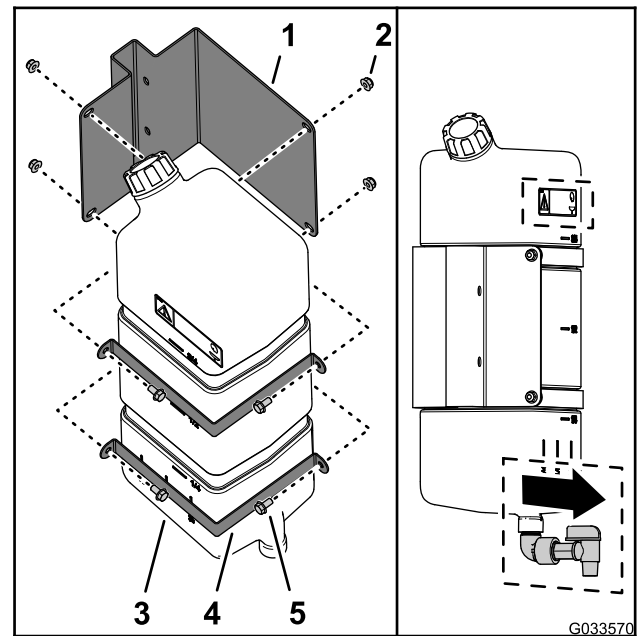

Figure 45
1. Fixez le réservoir d'eau douce à son support à l'aide des 2 barrettes de montage, des 4 boulons à embase (5/16 x 5/8") et les 4 contre-écrous (5/16"), comme montré à la Figure 45.